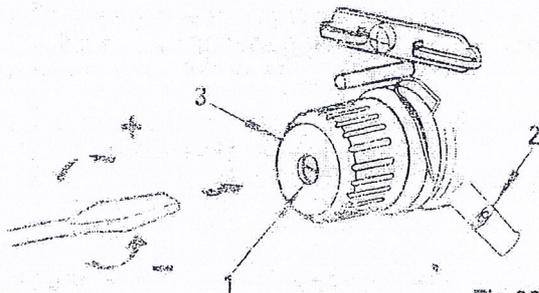

Fig.20.
Insérer un tournevis dans la fente de l'axe du bouton (1), figure 20, et régler la tension du ressort contrôleur
Pour régler l'amplitude du mouvement du ressort, dévisser La vis (2) figure 20 et tourner le bloc tension vers la gauche ou la droite. Revisser la vis 2.